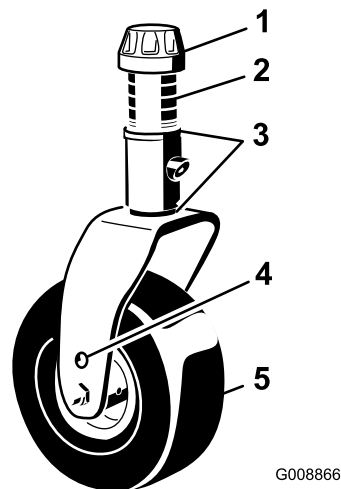

Figura 18
3. Retire a tampa de fixação do eixo roscado (Figura 18) e desloque o fuso para fora do braço da roda giratória. Coloque ambos os